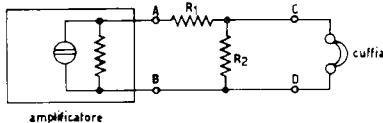

figura 5
Siccome la condizione (3) in pratica non serve (la resistenza di smorzamento della cuffia non è critica) ci si orienta verso l'attenuatore, molto più semplice, di figura 5.